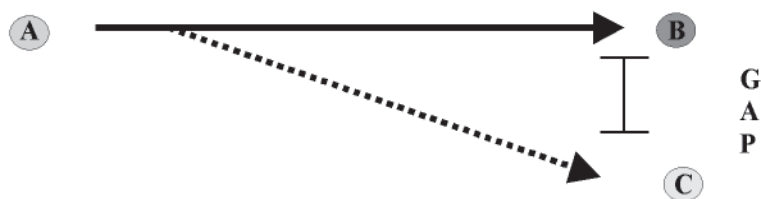

Fig 4.3 – Identificação de problemas
a. Sob a ótica da gestão pela excelência, **problema** é quando se reconhece que determinado objetivo, meta ou padrão, isto é, uma situação desejada como alvo, não foi, não está ou não será alcançada. Problema, portanto, **é toda diferença entre a situação atual e a desejada**. Para identificarmos esses problemas podemos utilizar diversas técnicas, sendo que as mais recomendadas são as pesquisas, entrevistas, monitoração de reclamações, percepção através do contato com os clientes e **benchmarking**, conforme demonstrado na (Fig 4.3).